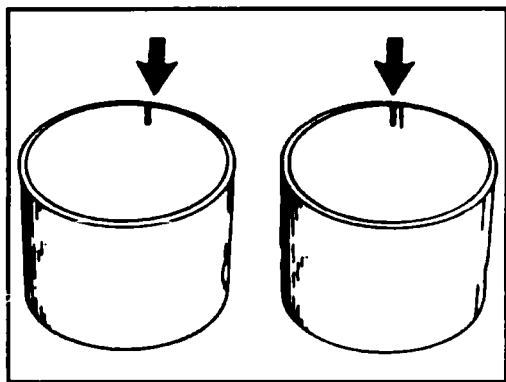

Рис. 2.9 Маркировка толкателей клапанов после демонтажа из головки блока
- ◆ Выньте толкатели. Их нельзя менять местами и, поэтому, необходимо пометить рисками на внутренней стороне (см. рис. 2.9). Нумерацию